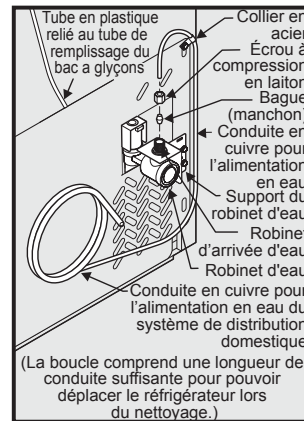

figure 1
4. Si vous utilisez du tuyau en cuivre - Faites glisser l'écrou à compression en laiton, puis installez la bague (le raccord) sur la conduite d'alimentation en eau. Poussez la conduite dans le robinet d'arrivée d'eau, aussi loin que possible (6 mm ou 1/4 po). Faites glisser la bague (le raccord) dans le robinet et serrez à la main l'écrou à compression sur le robinet. Serrez d'un autre demi-tour à l'aide d'une clé; NE serrez PAS trop. **(Reportez-vous à la figure 1.)**